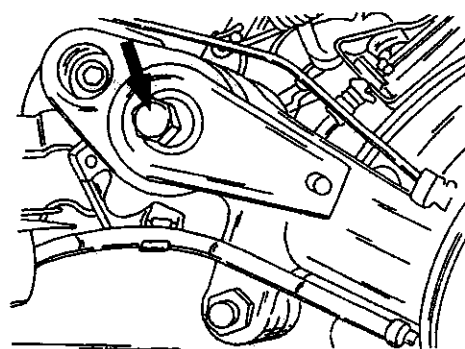

Рис. 254. Использование специального отжимного болта для установки стабилизатора поперечной устойчивости.
• Смазать резьбу специального отжимного болта 0908R графитовой смазкой и ввернуть болт в конец рычага до его упора в тягу стабилизатора (Рис. 254).